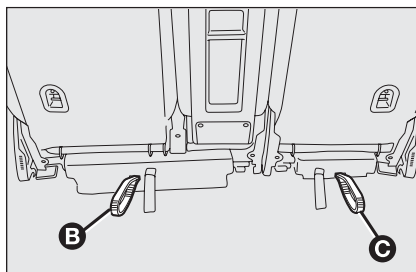

fig. 111
Le siège arrière est double. Il est également possible de déplacer les sièges arrière dans le sens longitudinal en agissant depuis le coffre à bagages à l'aide des poignées **B** ou **C**-fig. 111 ; tirer la poignée et simultanément pousser vers l'avant les sièges. Cette opération est utile pour augmenter la capacité de chargement du coffre à bagages.
- ☐ s'assurer que les sièges soient en position “ tout arrière ” à l'aide des poignées **B** ou **C**-fig. 111 ;